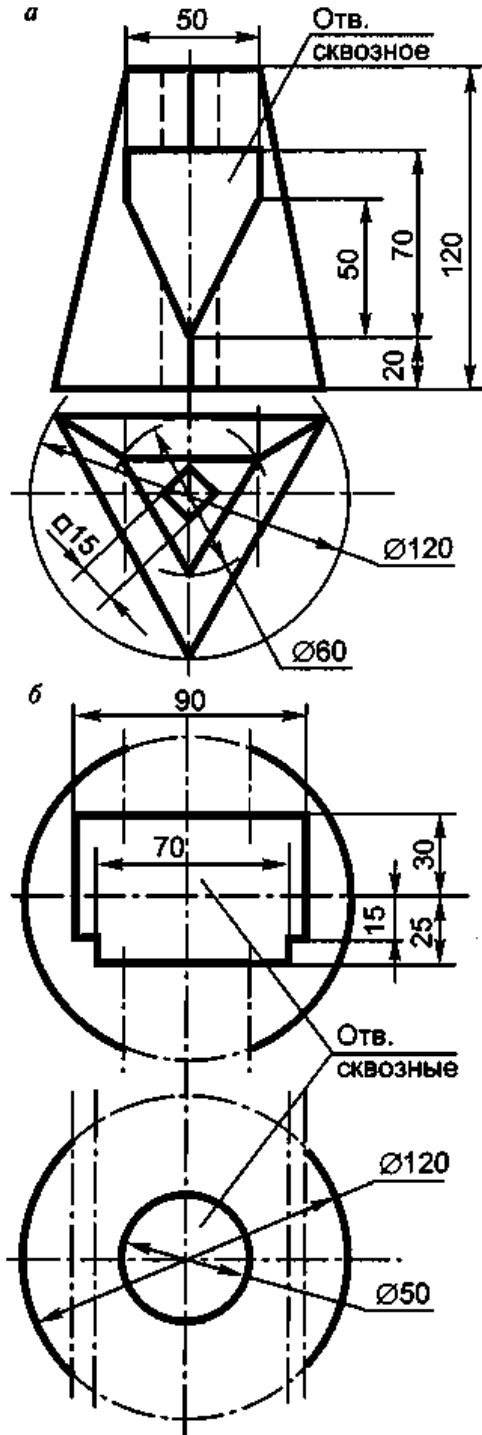

Рис. 2.31
21. Выполнить чертежи треугольной пирамиды (а) и сферы (б) с окнами в трех проекциях с тремя разрезами каждой (рис. 2.31).